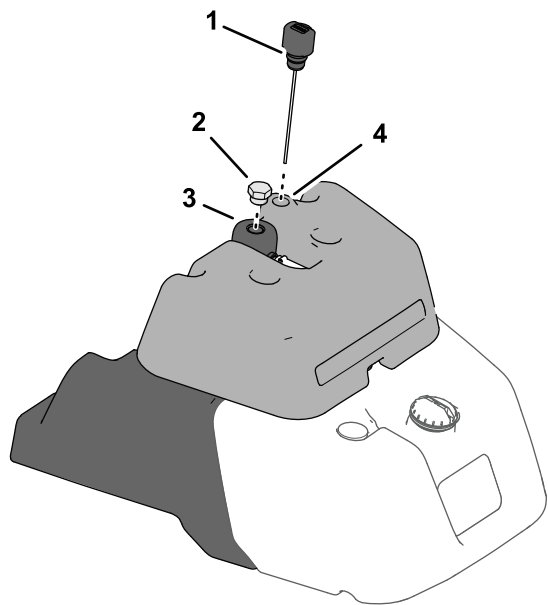

Bild 37
- Ist Ihre Maschine mit einer Benzinuhr an der Oberseite des Kraftstofftanks ausgerüstet, ermitteln Sie den Peilstab der Hydraulikanlage an der Oberseite des Ölleck-Warnsystembehälters (Bild 37) und fahren Sie mit Schritt 3 fort.